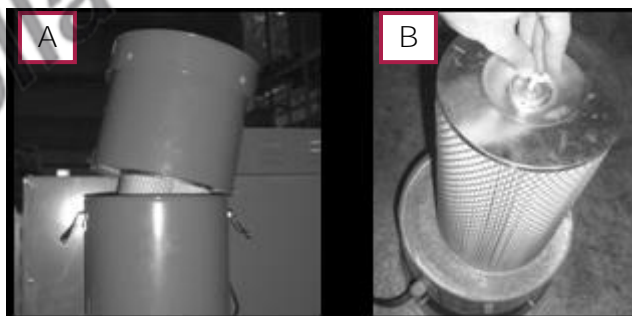

Figura 23 – Smontaggio del filtro ciclone
1. **Spegnere gli interruttori dell'illuminazione e dell'accensione aspirazione** mettendoli in posizione (I).
4. Sganciare i ganci di chiusura del gruppo motore-filtro **dell'aspiratore** (Figura 23/A), dopodiché rimuovere il gruppo stesso.
6. **Svitare il dado "ad alette" di fissaggio del filtro** (Figura 23/B).